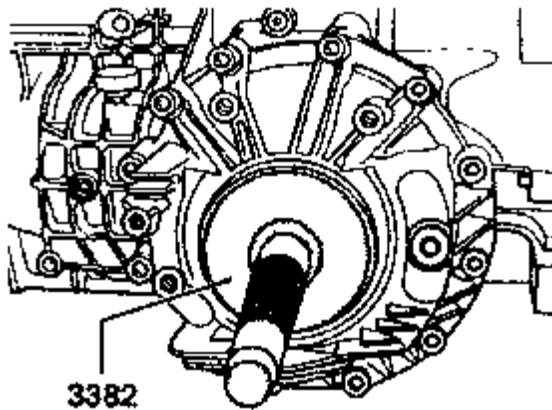

图 8-101 安装油封
- (1) 把油封外沿用变速箱油浸一下。如图 8-101 所示，用专用工具 3382 推入新的油封并靠实，同时注意油封不要弯曲。油封张开侧应指向变速箱。